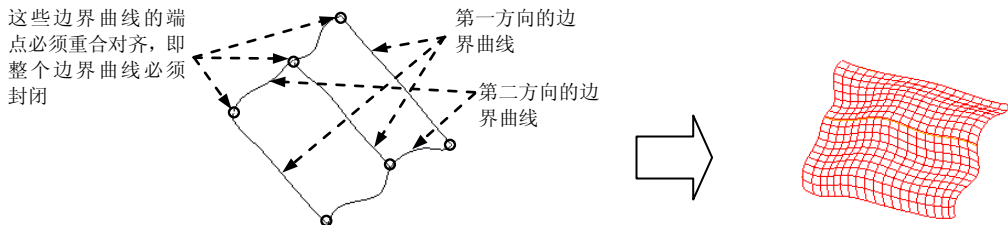

图 6.2.11 创建边界曲面
下面以图 6.2.11 为例介绍创建边界混合曲面的一般过程:
Step3. 定义第一方向的边界曲线。按住 **Ctrl** 键,分别选取图 6.2.11 所示的第一方向的第一条、第二条和第三条边界曲线。